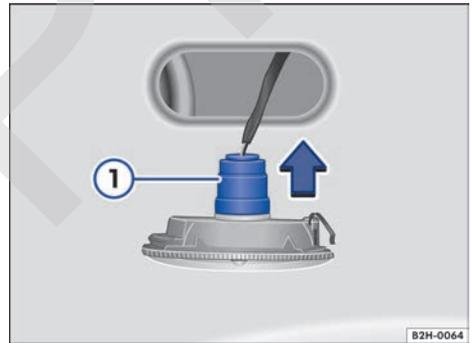

Fig. 181 Luz de giro lateral: sustituir la lámpara.
4. Extraiga el portalámparas junto con la lámpara en el sentido de la flecha ⇒ fig. 181 (1).